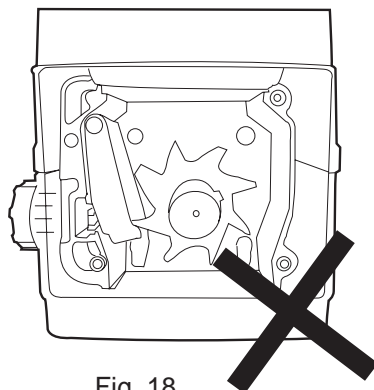

Fig. 18
4. Remettez le couvercle [7] en place et revissez les vis [8]. Attention au montage : la broche de la contreplaque (3) et l'arbre (6) doivent venir s'insérer dans les trous correspondants du couvercle [7] (fig. 18).